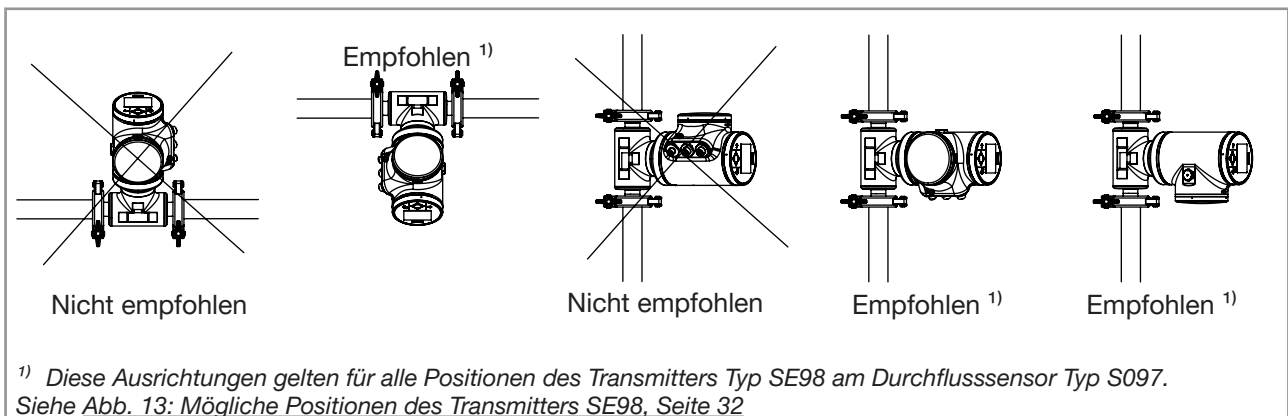

Abb. 18: Ausrichtung einer Ethernet-Gerätevariante, damit die Wärme abgeleitet werden kann
- Um sicherzustellen, dass die Innentemperatur des Transmitters den zulässigen Maximalwert nicht überschreitet, eine Ethernet-Gerätevariante entsprechend der Empfehlung in Abb. 18 installieren.